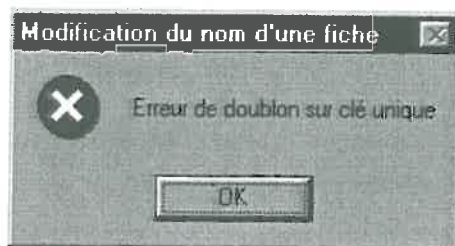

*Fig. 55: Type d'appareil sans fiches*
- Les champs ne s'affichent pas (fig.55):